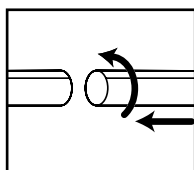

FIGURA 13
17. Acople las varillas de extensión al extremo del accesorio de la manguera. Tuerza ligeramente para apretar la conexión. **FIGURA 13.**
18. Acople uno de los accesorios de limpieza (dependiendo de lo que desee limpiar) a la manguera. Gírelo ligeramente para ajustar la conexión. **FIGURA 13.**